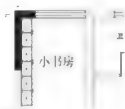

图 7-101
**步骤7:** 使用插入块工具 $\square$ , 将“小书房书柜”图块插入小书房中, 如图7-101所示。